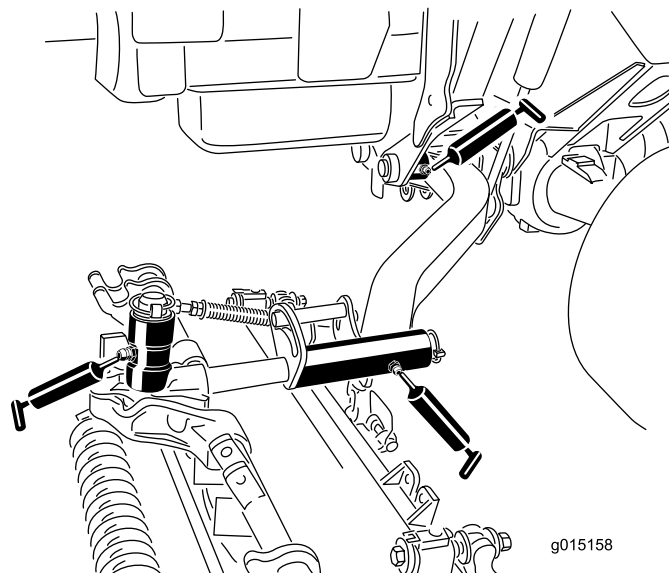

図 53
- ・ 昇降アームのピボットブッシュ (カッティングユニット 1 台に 1 ヶ所) (図 53)
- ・ カッティングユニットのキャリアフレーム (カッティングユニット 1 台に 2 ヶ所) (図 53)
- ・ 昇降アームのピボット (カッティングユニット 1 台に 1 ヶ所) (図 53)